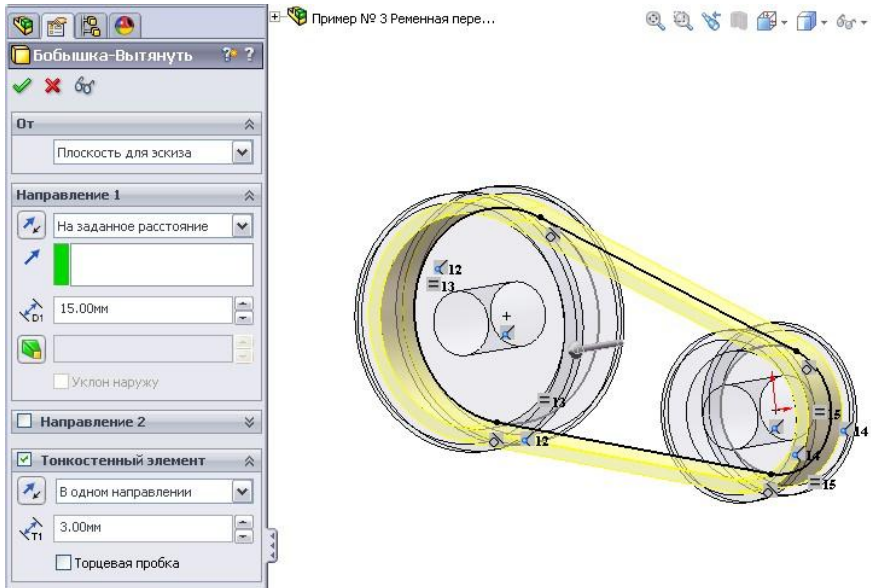

Рисунок 11.79 - Процесс створення ремня
17. Витягнемо контур ремня на 15 мм, використовуючи кнопку - «**Вытянутая бобышка/основание**». Витягнути ремінь потрібно як тонкостінний елемент - поставити прапорець «**Тонкостенный элемент**». Нехай товщина ремня буде 3 мм (рис. 11.79).